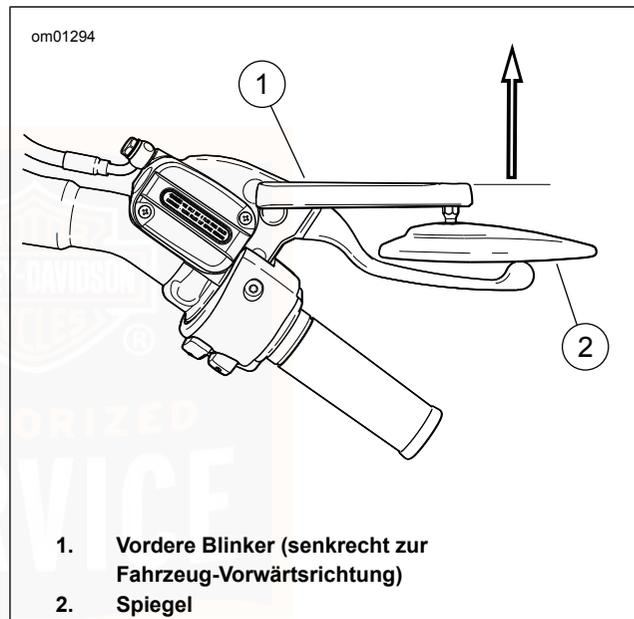
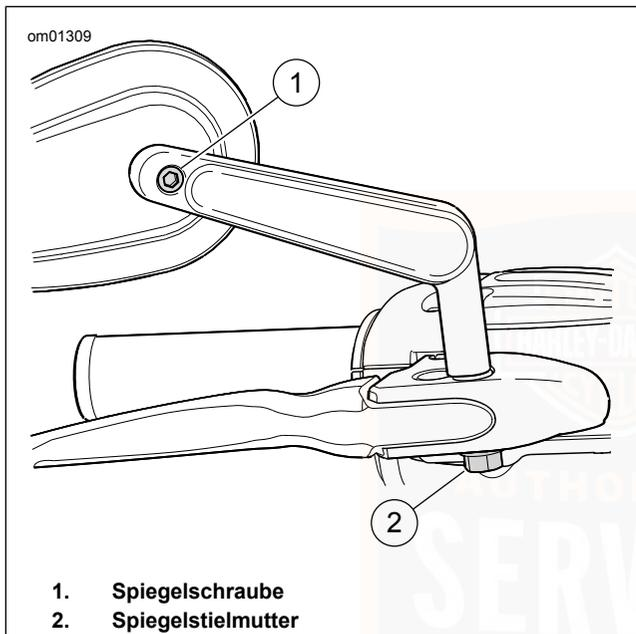

Abbildung 15. Spiegel-/Blinker-Ausrichtung: VRSCF-Modell
Abbildung 16. Spiegel-/Blinker-Befestigungsteile: VRSCF-Modell
Siehe Abbildung 15. Beim VRSCF-Modell fungieren die Spiegelstiele als vordere Blinker. Anhand des folgenden Verfahrens können die vorderen Blinker korrekt ausgerichtet und die Rückspiegel eingestellt werden.
Siehe Abbildung 16. Immer die Befestigungsteile lockern, bevor die Position von Blinkern oder Spiegel verstellt wird. Wenn nur an der Spiegelfläche oder am Spiegelstiel gedrückt wird, kann die Baugruppe beschädigt werden.
1. Siehe Abbildung 16. Die Mutter am Spiegelstiel lockern. Den vorderen Blinker so einstellen, dass er geradeaus nach vorne gerichtet ist; die Leuchtfläche muss nach vorne zeigen, wie in Abbildung 15 dargestellt.